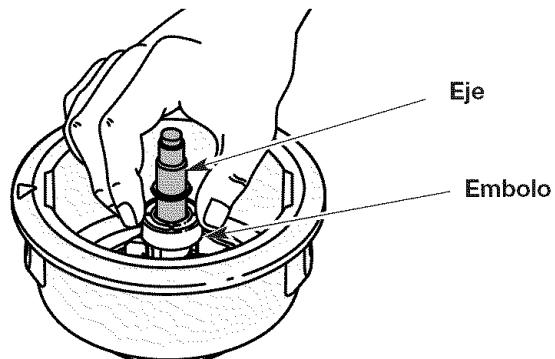

Fig. 23
- Limpie el eje y la superficie interior del bastidor del carrete. Para limpiar el eje debajo del émbolo, oprima el émbolo hacia abajo (Fig. 23). Saque toda la suciedad y el escombro del eje.